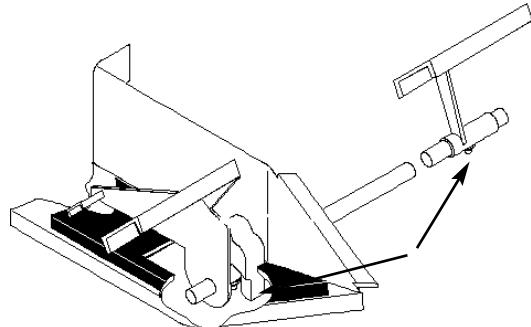

Figure 26
3. Lubrificate il pedale di comando della trazione, sui modelli idrostatici (o i pedali del freno e della frizione sui modelli a ingranaggi), laddove è impenniato sull'albero d'attacco (Fig. 26).